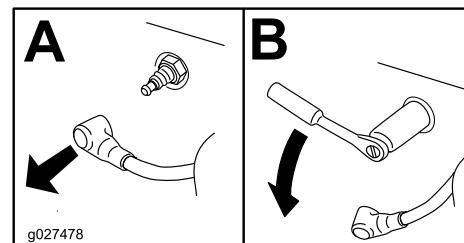

Figura 48
3. Retire a vela, como indicado na Figura 48.